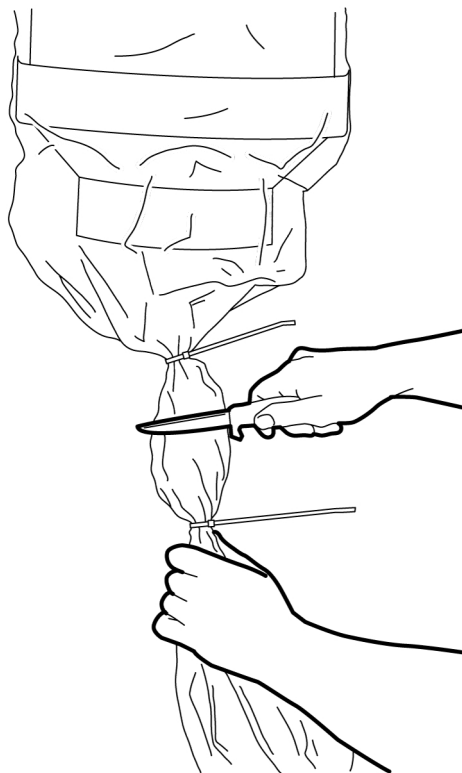

Figura 4-4. Cortar o separar la bolsa
3. Cortar o separar la bolsa entre las cintas abrazaderas; ver *Figura 4-4, página 15*.